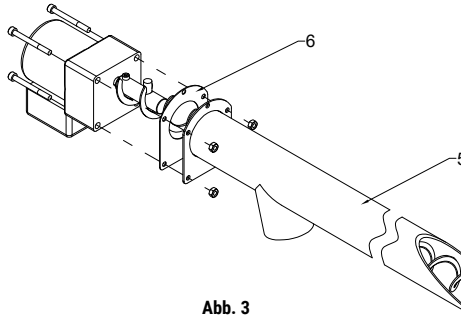

Abb. 3
2. Das Rohr der Zuführung (5) mit dem Motoreduktor verschrauben, dabei ein Blech (6) dazwischen einsetzen (Abb. 3).